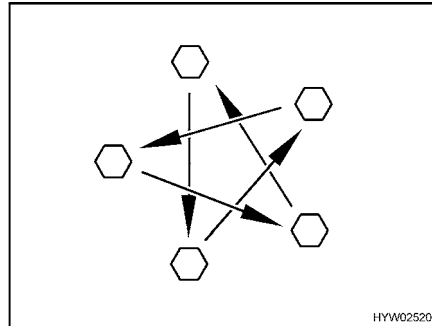

Fig. 210 Serrer en croix les écrous ou les boulons de roue
- Vérifier régulièrement le serrage des écrous ou des boulons de roues. Resserrer alternativement et en croix (Fig. 210) tous les écrous ou les boulons de roue 50 km après le changement d'une roue.
- ▷ Serrer en croix les écrous ou les boulons de roue (Fig. 210).